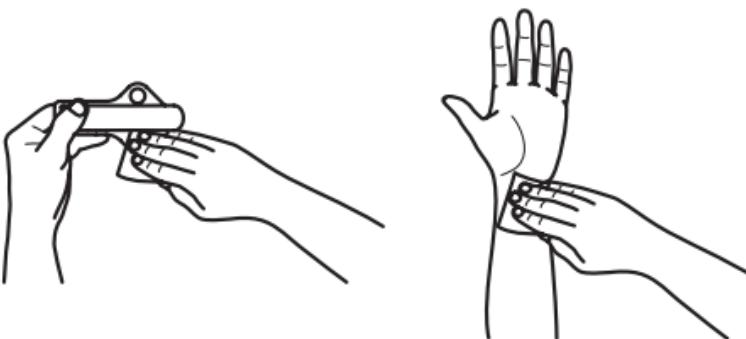

Рис. 4
8.4.4. Обработайте влажной косметической очищающей салфеткой внутреннюю поверхность запястья в местах контакта электродов с кожей руки и электроды измерительного блока, как показано на рис. 4.